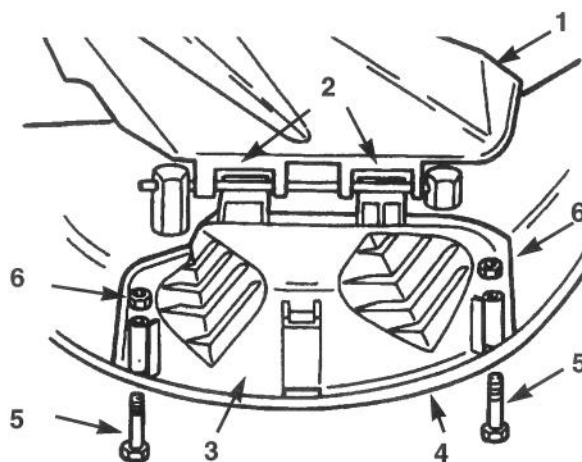

Figure 12
1. Soulever le déflecteur d'herbe et engager les languettes en haut du bouclier de protection sous la tige de retenue du déflecteur. Rabattre le bouclier sur l'ouverture et sur le rebord inférieur de la tondeuse (Fig. 12).